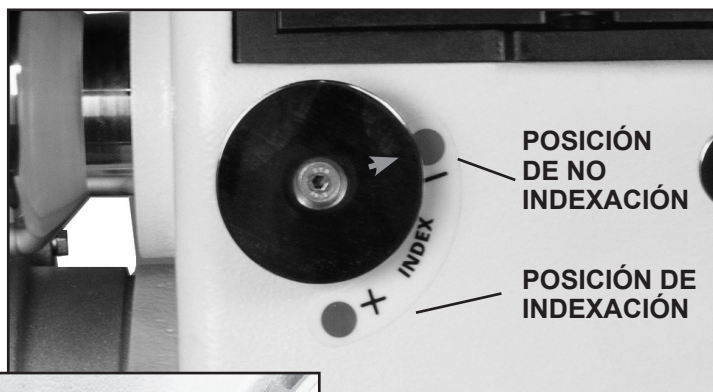

FIG. 34
Ubicado convenientemente en la parte delantera del cabezal fijo, el Montaje de la Clavija de división (FIG. 34 y 35) se usa para aguantar y posicionar el husillo para hacer trabajos con patrones precisamente espaciados, tales como estriar, acanalar, perforar, tallar detalles, hacer patrones de quemadura, preparar diseños y más.
- Gire la Perilla de Indexación (FIG. 34) de la posición 'no indexada' (punto rojo -) hacia abajo a la 'posición indexada' (punto verde +). Esto introducirá el eje de la Clavija de división en uno de los agujeros de la Polea del husillo, bloqueando el husillo en su lugar.